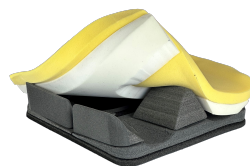

Fig. 3: Kit Pre-assemblato + Kit
7) Coprire gli inserti con l'imbottitura disponendola nello stesso modo come illustrato nella Fig. 3